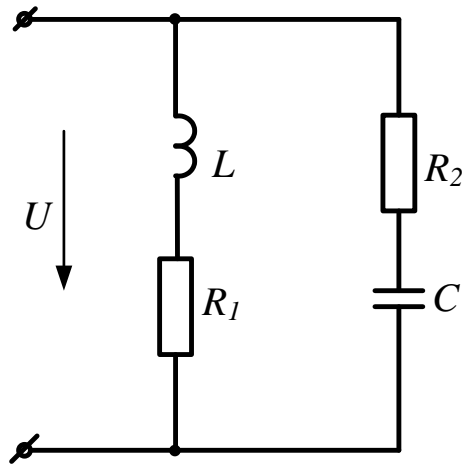

Рисунок 48
**Задача 44.** В цепь синусоидального тока частотой  $f=50\text{Гц}$  (рис.48) включены две параллельные ветви. Параметры элементов:  $R_1=4\text{Ом}$ ,  $R_2=5\text{Ом}$ ,  $L=0,096\text{Гн}$ ,  $C=630\text{мкФ}$ , напряжение на конденсаторе  $U_C=30\text{В}$ . Найти токи в ветвях и в неразветвленной части цепи. Определить сдвиги фаз всей цепи и в обеих ветвях. Построить векторную диаграмму токов.